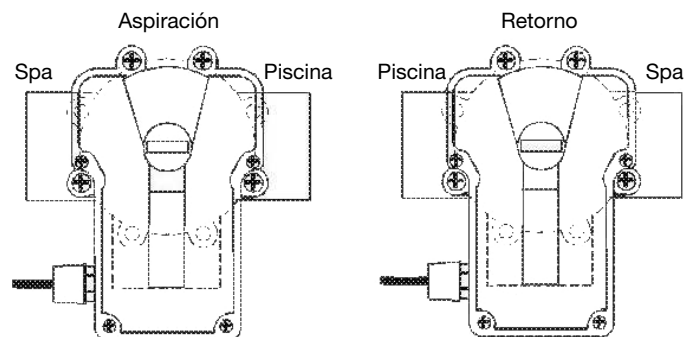
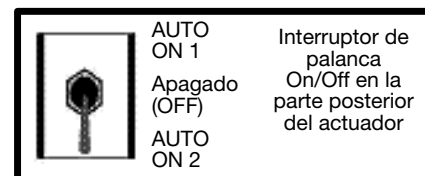

FIG. 4. Ejemplo de sincronización
FIG. 5. Interruptor de palanca
FIG. 4 representa las válvulas y los actuadores para una combinación de piscina y spa. La válvula de aspiración está conectada al lado opuesto de la válvula de retorno. En este caso, al activar los actuadores uno gira para el spa, mientras que el otro gira para la piscina. Los actuadores deben estar sincronizados. Para sincronizar los actuadores, mueva el interruptor de palanca de la parte posterior del actuador no sincronizado a la posición opuesta. Consulte FIG. 5.
1. En la parte trasera del actuador, mueva el interruptor de palanca hasta lograr la rotación deseada de la válvula. Consulte FIG. 5.
1. En la parte trasera del actuador de válvula electrónico, mueva el interruptor de palanca a la posición central (APAGADO). Consulte FIG. 5.